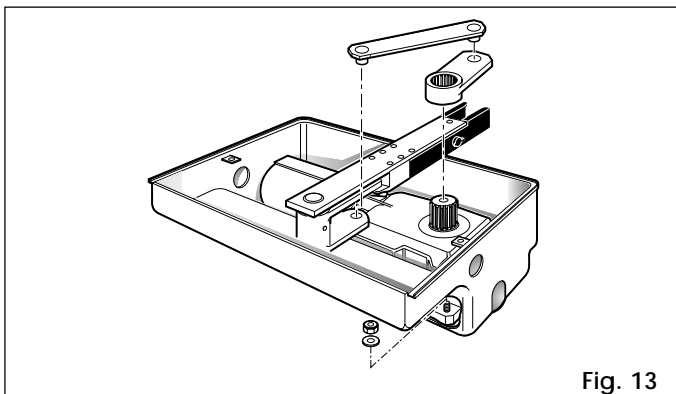

Fig. 13
- 2) Positionner l'opérateur sur les boulons du caisson portant et le fixer au moyen des écrous et rondelles fournis (fig.13).
- 3) Fermer manuellement le vantail et monter l'ensemble bielle-manivelle comme indiqué fig. 13.